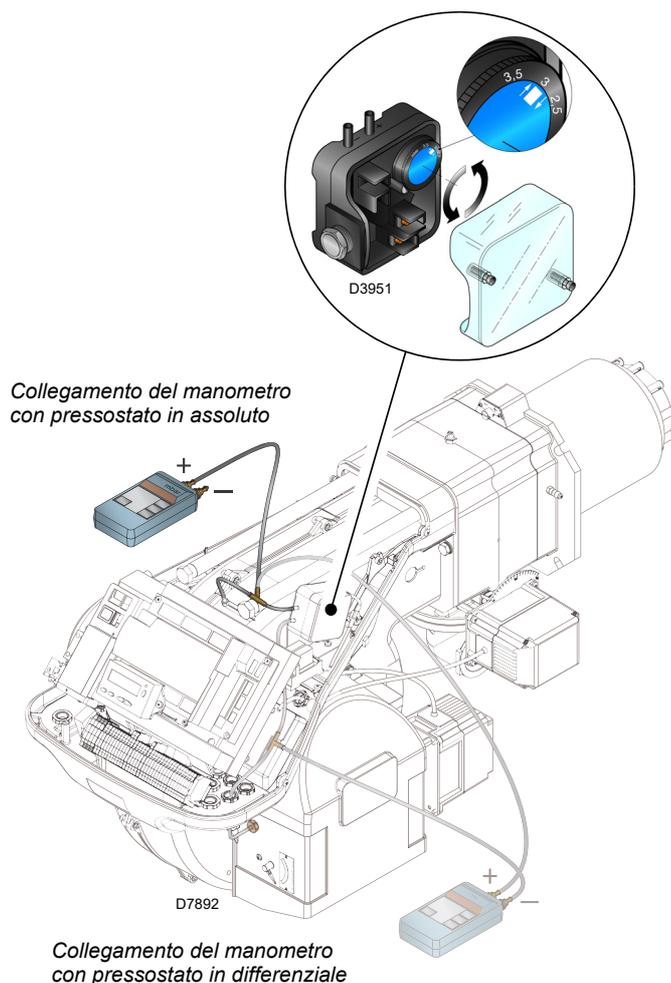

Fig. 30
- Regolare il pressostato aria (Fig. 30 a pag. 31) ad inizio scala.
Eseguire la regolazione del pressostato aria (Fig. 30) dopo aver effettuato tutte le altre regolazioni del bruciatore con il pressostato aria regolato a inizio scala.
Il collegamento del manometro è riportato in Fig. 30. La configurazione standard è quella del pressostato aria collegato in assoluto. Si noti la presenza di un collegamento a "T" non fornito.
In questo caso anche il manometro deve essere collegato in differenziale, come indicato in Fig. 30.